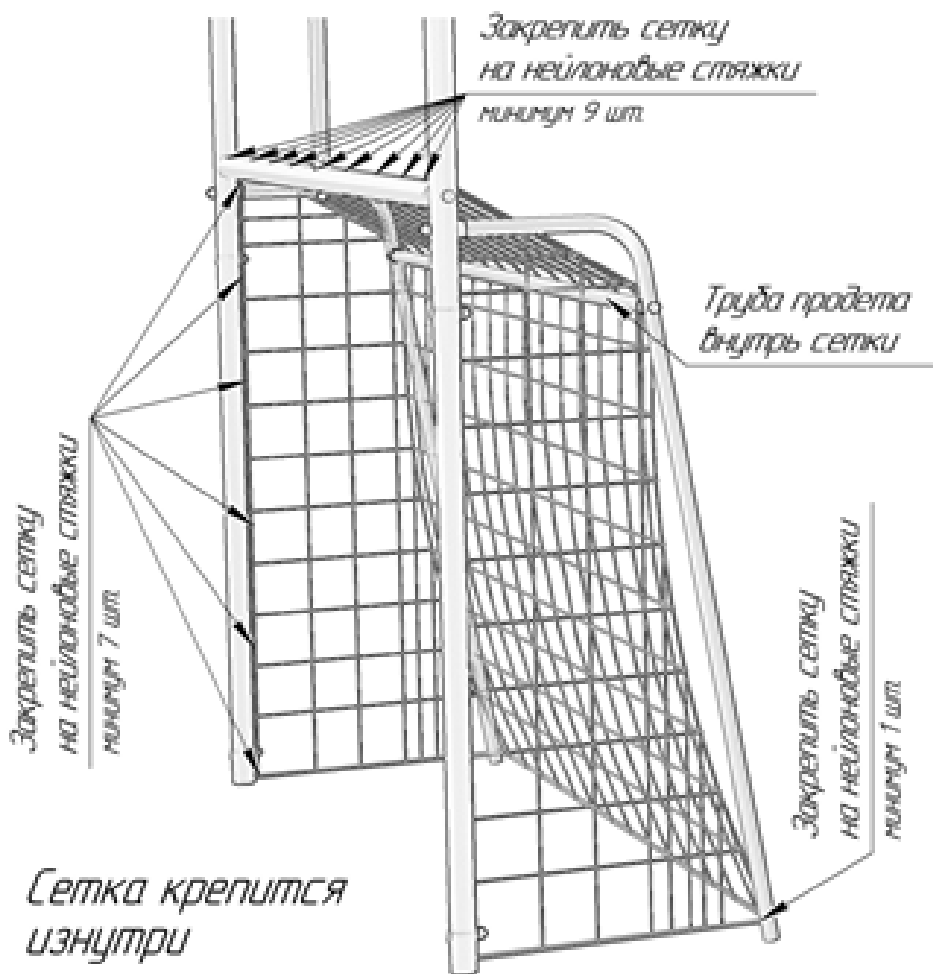

Рис.7 - Схема крепления сетки ворот
Установите сетку для ворот (30) при помощи нейлоновых хомутов (Рис.7).